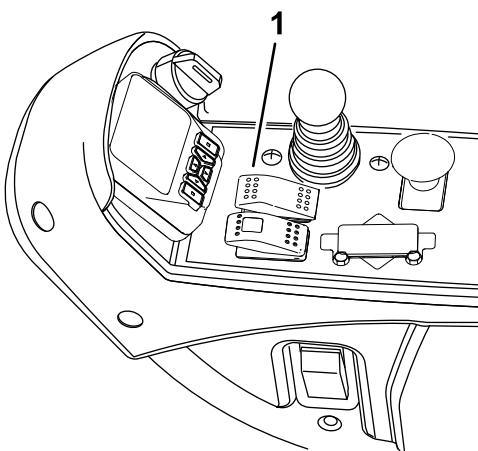
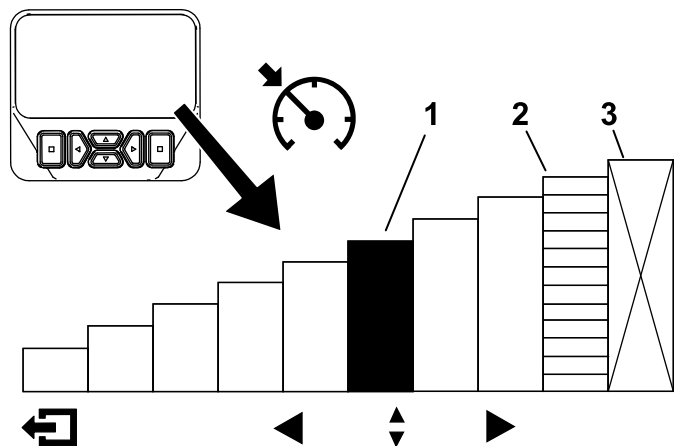

Figura 30
Figura 31
Después de activar el interruptor del control de crucero y establecer la velocidad (Figura 30), utilice
el InfoCenter para ajustar la velocidad del control de cruceo (Figura 30 y Figura 31).
1. Active el interruptor del control de cruceo en la consola (Figura 30).
2. Utilice la pantalla del InfoCenter para ajustar la velocidad del control de cruceo (Figura 31).